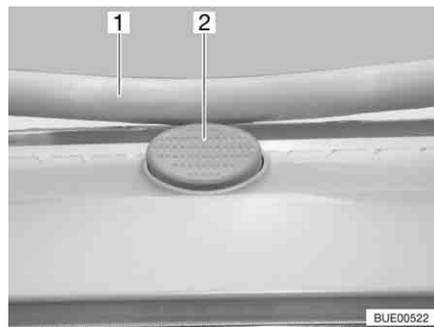

Bild 57 Sicherungsknopf an der Heki-Dachhaube
- Den Sicherungsknopf (Bild 57,2) drücken und den Bügel (Bild 57,1) mit beiden Händen nach unten ziehen.
- Den Bügel mit beiden Händen nach oben drücken, bis der Bügel oberhalb des Sicherungsknopfes (Bild 57,2) liegt.